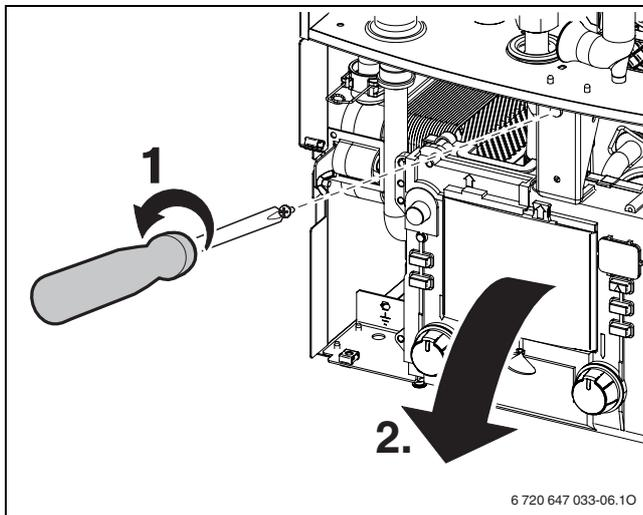

Fig. 14
- Svitare le viti di fissaggio (→ fig. 14) e far ruotare il pannello comandi verso il basso.